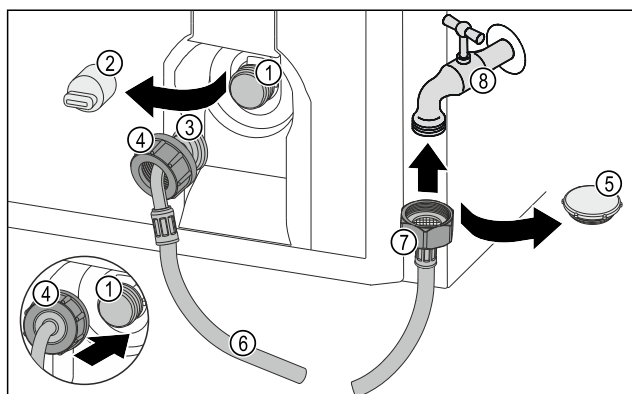

Fig. 54
- Fjern lukkekappen Fig. 54 (5).
- Sæt den lige slangeende Fig. 54 (7) fast på vandhanen Fig. 54 (8).
- Spænd møtrikken fast på den lige slangeende Fig. 54 (7) i urets retning.